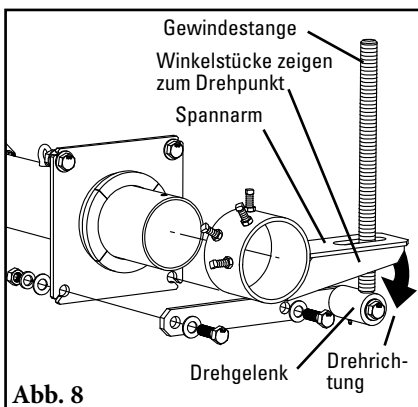

Abb. 8
8. **Spannarm und Halteplatte für Drehgelenk einbauen.** Winkelstücke am Spannarm müssen zum Drehpunkt zeigen. Um die richtige Zugrichtung sicherzustellen, schieben Sie die Spannarmbaugruppe über das Steckachsen-Ende und verschrauben Sie die Halteplatte für das Drehgelenk mit dem Montagesockel (Abb. 8). Alle Montageschrauben festziehen.